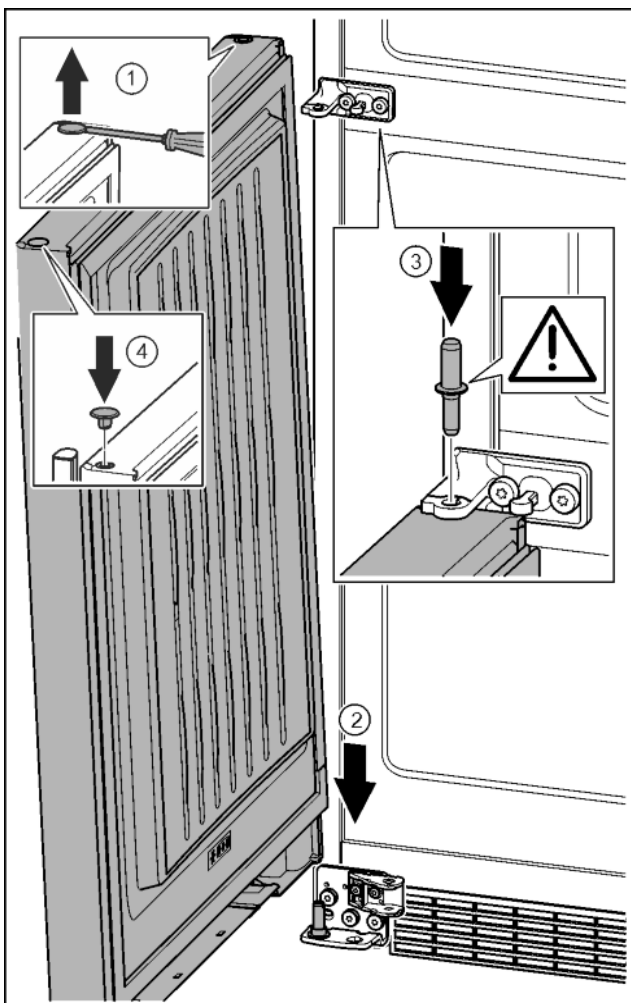

Fig. 38
- ▶ Zátku opatrně nadzvedněte plochým šroubovákem a vytáhněte. Fig. 38 (1)
- ▶ Dveře nasadte shora na dolní ložiskový čep. Fig. 38 (2)
- ▶ Prostřední ložiskový čep vložte do dolních dveří přes střední stojan ložiska. Přitom dávejte pozor, aby zajišťovací vačka směřovala dozadu. Fig. 38 (3)
- ▶ Zátku opět vložte na druhé straně dveří. Fig. 38 (4)